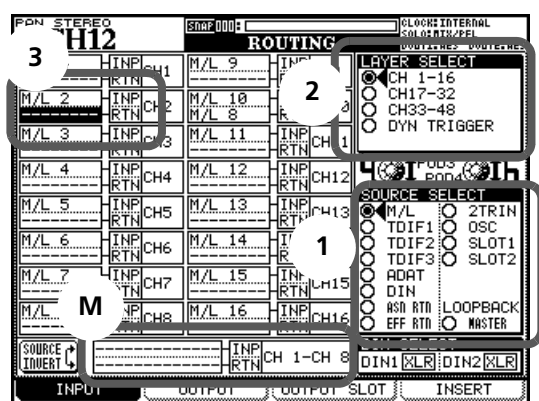

Abbildung 4.2: Eingänge zuweisen
Unten rechts auf der Seite sind die Eingangsquellen wie folgt aufgelistet (1 in Abbildung 4.2, *Eingänge zuweisen*):
- 2 Wählen Sie die Zielebene für diese Eingangsquellen mittels Displayregler 3 aus (2 in Abbildung 4.2, *Eingänge zuweisen*).**
Um acht Eingänge in einem einzigen Arbeitsgang zuweisen zu können, gibt es das in der Abbildung mit **M** gekennzeichnete Feld in der Mitte des unteren Seitenrands (Abbildung 4.2, *Eingänge zuweisen*). Das Ziel befindet sich rechts, die Quelle links.